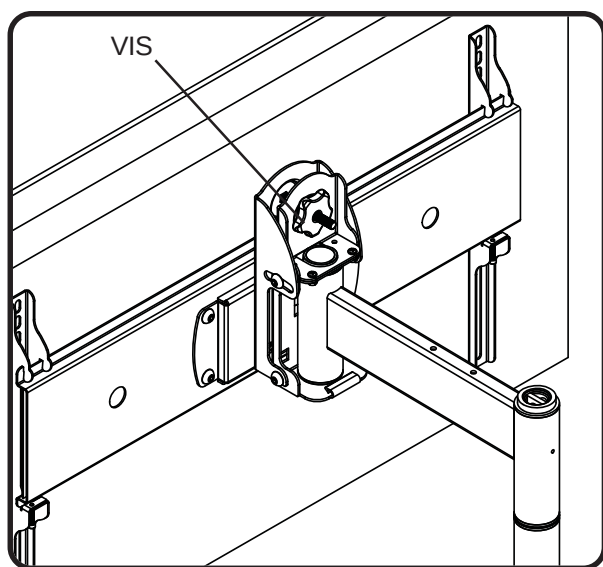

fig. 10.1
- Pour baisser l'écran, serrez la vis à tête creuse illustrée à la figure 10.1 dans le sens des aiguilles d'une montre à l'aide d'une clé hexagonale de 10 mm (**V**).
- Pour remonter l'écran, serrez la vis à tête creuse illustrée à la figure 10.1 dans le sens contraire des aiguilles d'une montre à l'aide d'une clé hexagonale de 10 mm (**V**).